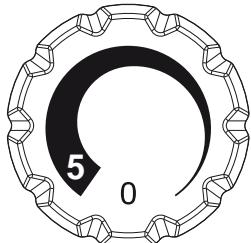

Fig. 9
- 1) Gire la rueda hasta la posición "0" (Fig. 9).